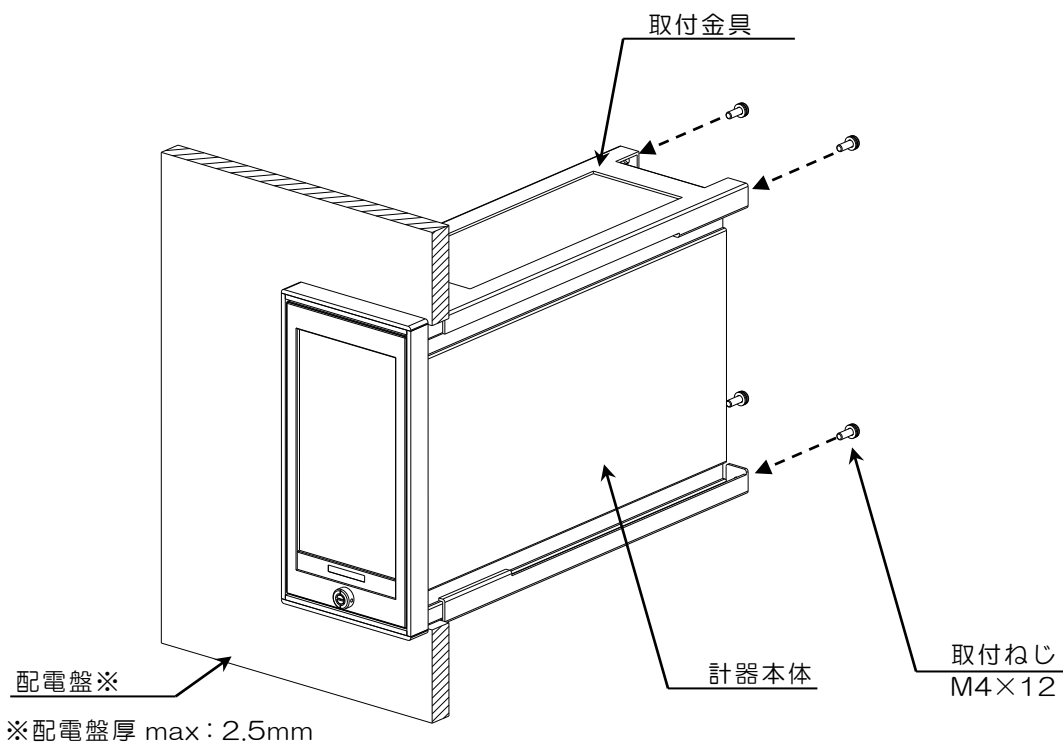

図 2. 取付方法
- (2) 計器本体外周溝に挿入されている取付金具を取外した後、配電盤取付穴に計器本体を配電盤前面より挿入し、配電盤後側より取付金具、取付ねじにて計器本体を固定してください。（図 2 の取付方法参照）
- (3) 取付金具が、本体横の溝に確実に吻合していることを確認してください。
- (4) 取付ねじの締め付けトルクは、 $0.9 \sim 1.1 \text{N} \cdot \text{m}$  で確実に配電盤に固定してください。